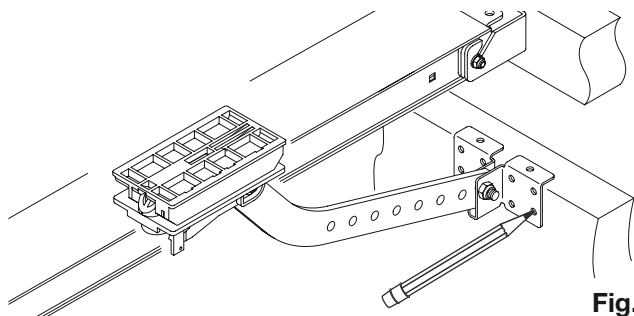

Fig.27
10) Débloquent le mécanisme d'entraînement, en tirant le cordon vers le bas de façon à libérer l'étrier d'entraînement du groupe de traction - voir figure 27.
11) Mettre l'étrier en appui contre le bord supérieur de la porte, marquer les points de perçage pour la fixation comme représenté en figure 27.